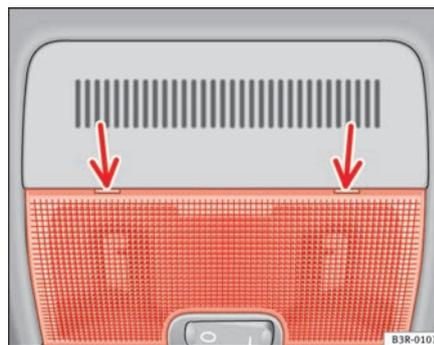

Fig. 83 Detalle del revestimiento del techo: Punto de aplicación del destornillador
- Coloque con cuidado la parte plana del destornillador (herramientas de a bordo) en la parte trasera del cristal de la lámpara ⇒ página 120, fig. 83.